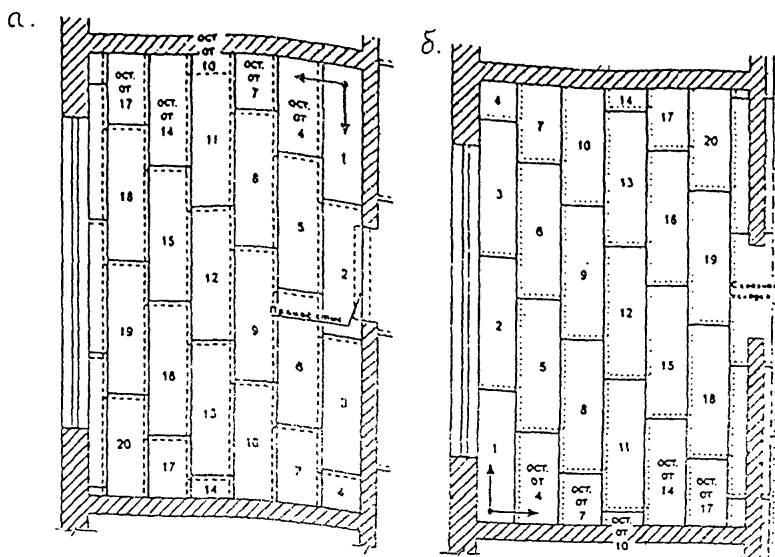

Рис. 1 Схема раскладки сборной стяжки из ГВЛВ на слой теплозвуко-
5.36 Рекомендуемые схемы раскладки готовых элементов сборной стяжки в зависимости от материала теплозвукоизоляционного слоя приведены на рис. 1.